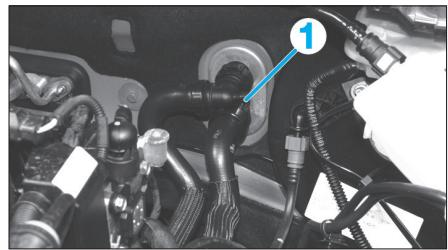
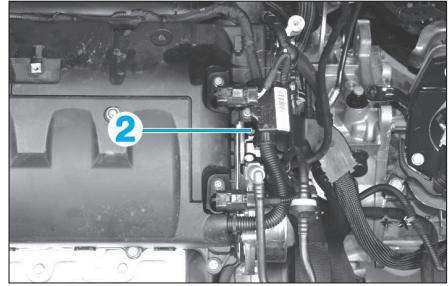

Fig. 44
Fig. 45
- Déposer les vis de purge sur la durit du radiateur de chauffage (1) (Fig.44) et sur le boîtier de sortie d'eau (2) (Fig.45).